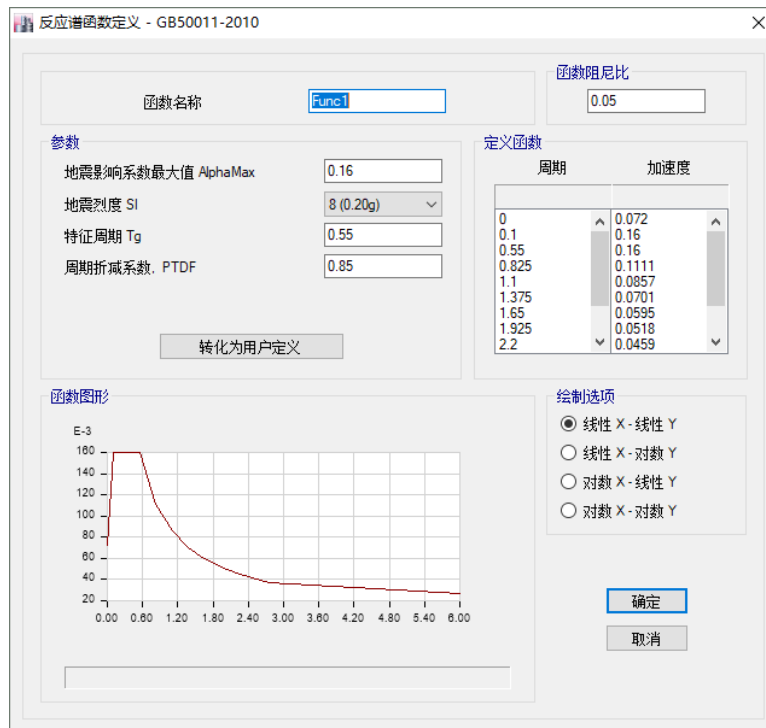

图 5-20 反应谱函数定义对话框
3. 点击**添加新函数**按钮，出现**反应谱函数定义**对话框，如图 5-20 所示：